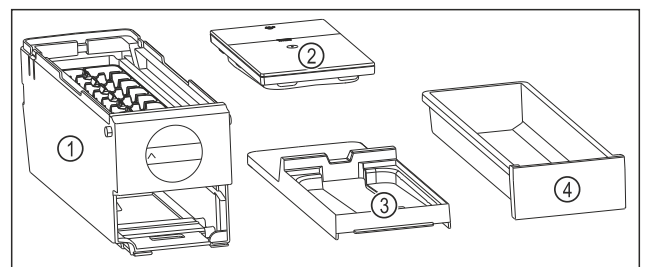

Fig. 87 Bestanddelen van de EasyTwist-Ice
- EasyTwist-Ice is in vier delen gedemonteerd. (zie Fig. 87)
- EasyTwist-Ice alleen in afgebeelde bestanddelen demonteren. (zie Fig. 87)
- EasyTwist-Ice-corpus Fig. 87 (1) als geheel reinigen.